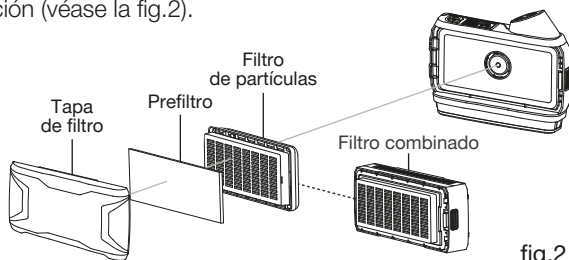

fig.2
2. Presione el botón pulsador para desconectar la cubierta. Vuelva a instalar el filtro que necesita sustitución (véase la fig.2).